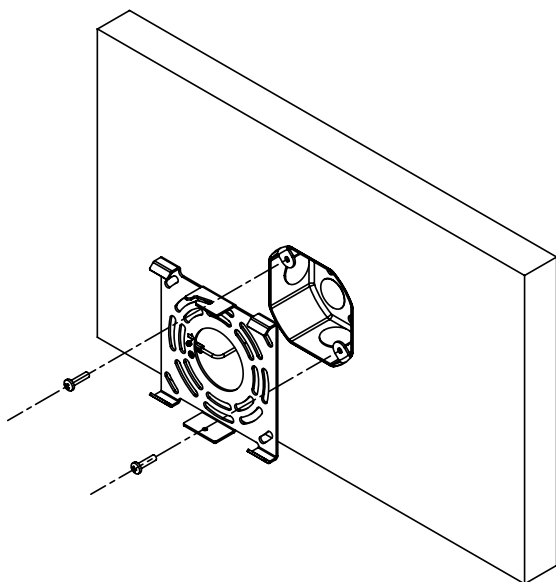

Fig. 1
1. Fixer la plaque de boîte de jonction à la boîte de jonction à l'aide des vis (Fig. 1). Noter que le luminaire peut être installé horizontalement ou verticalement.